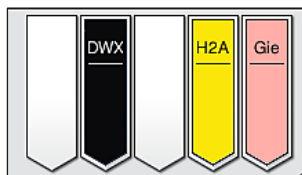

Рис. 87
- После того, как штатив пройдет процесс окрашивания, он будет перемещен в разгрузочное устройство и установлен в свободное гнездо (→ "Рис. 19-4") (→ "Рис. 87"). Пользователь будет информирован об этом с помощью соответствующего информационного сообщения и звукового сигнала.